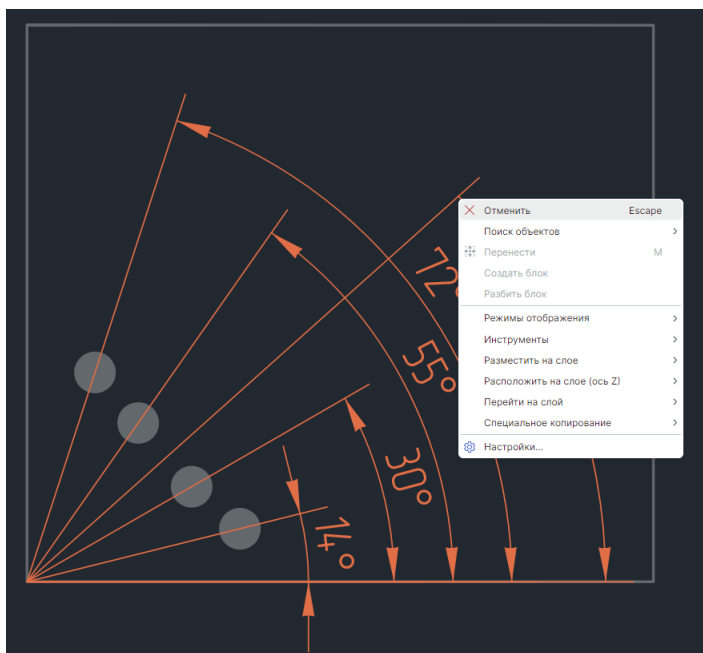

Рис. 476 Завершение работы с линией
7. Повторяя действия, описанные в п. 6, разместите необходимое количество размерных линий от общей базы. Для завершения работы с размерной линией нажмите клавишу «Escape» или вызовите контекстное меню и выберите «Отменить», см. Рис. 476.